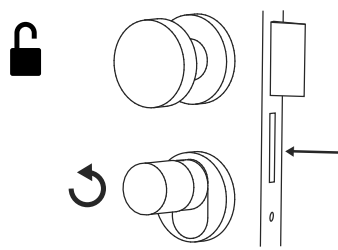

Fig. 2
- 2 vous recevez une confirmation visuelle par l'allumage d'une LED rouge sur le transpondeur. Le cylindre est maintenant dégagé et la serrure peut être ouverte (Fig. 2) ou fermée (Fig. 3).